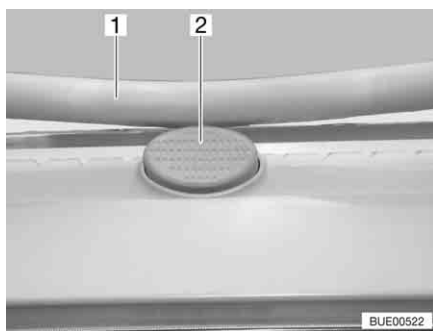

Fig. 57 Bottone di sicurezza sull'oblò Heki
- Premere il bottone di sicurezza (Fig. 57,2) e tirare verso il basso la staffa (Fig. 57,1) con entrambe le mani.
- Premere la staffa verso l'alto con ambedue le mani, finché la staffa non poggia al di sopra del bottone di sicurezza (Fig. 57,2).